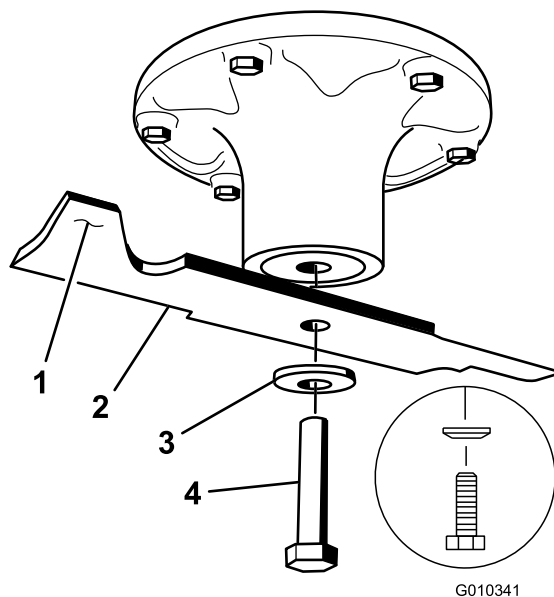

Figure 67
Tenez la lame par son extrémité avec un chiffon ou un gant épais. Enlevez de l'axe, le boulon, la rondelle bombée et la lame (Figure 67).
utilisée. Si la lame est déséquilibrée, limez un peu l'extrémité de l'ailette seulement (Figure 67). Répétez la procédure jusqu'à ce que la lame soit équilibrée.
- Placez la lame sur l'axe (Figure 67).
- Installez la rondelle élastique et le boulon de la lame. Le cône de la rondelle élastique doit être dirigé vers la tête du boulon (Figure 67). Serrez le boulon de lame à un couple de 135 à 150 N·m.